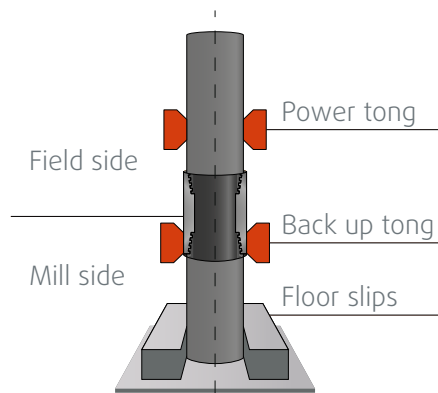

Imagen. 19
- Para conexiones acopladas aplique pinza de apoyo en el centro del acoplamiento (vea imagen 19). Nunca golpee una conexión para ayudar a la desconexión.